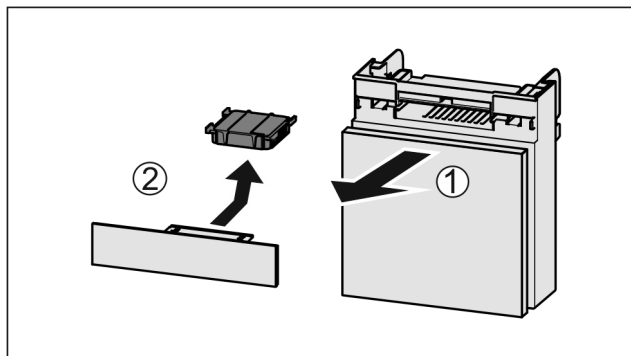

Fig. 189
- Zásuvku vytáhněte dopředu Fig. 189 (1).
- Filtr s aktivním uhlím vyjměte Fig. 189 (2).